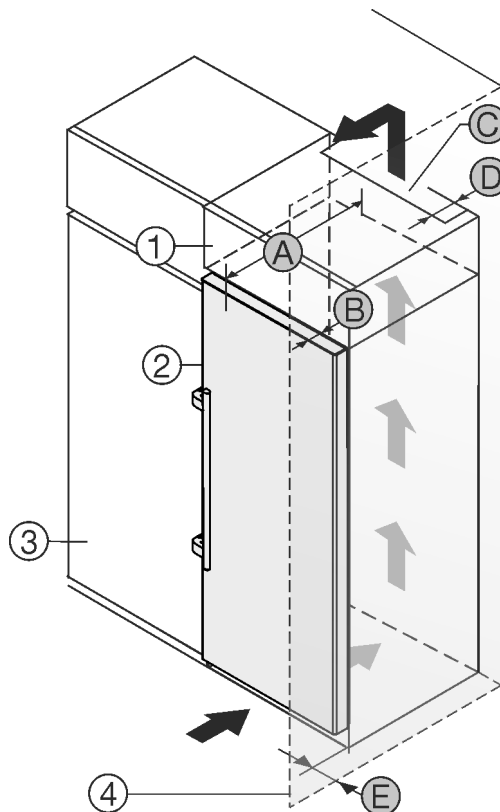

Fig. 1
Te saate seadme vahetult köögikapi Fig. 1 (3) kõrval üles panna.
Pealiskapi tagaküljel peab olema vähemalt sügavusega Fig. 1 (D) kogu pealiskapi laiune heitõhušaht.
Ruumi lae all tuleb ventilatsiooniristlõikest Fig. 1 (C) kinni pidada.
Kui panete seadme šarniiridega seinu Fig. 1 (4) kõrvale üles, siis peab olema seadme ja seinu vahekaugus vähemalt 57 mm. See vastab käepideme üleulatusele avatud ukse korral.
Võimaldamaks ust täielikult avada, peab seade vähemalt ukse sügavuse Fig. 1 (B) võrra köögikapi esiseinast ettepoole ulatuma. Köögikappide Fig. 1 (3) sügavusest ja seinu-vahehoidikute kasutamisest sõltuvalt võib seade rohkem välja ulatuda.